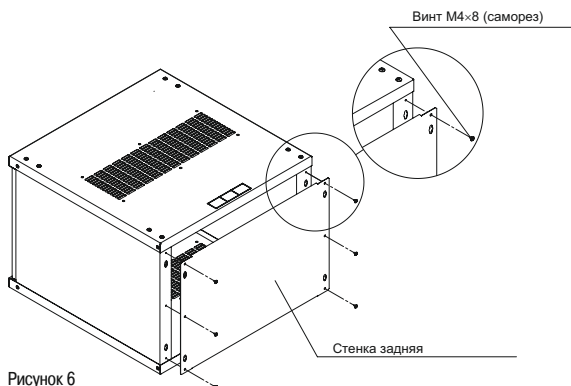

Рисунок 6
4.1.3.3 Установите стенку заднюю, совместив отверстия в стенке с отверстиями на боковых рамах и зафиксировав ее шестью винтами М4×8 (рисунок 6).